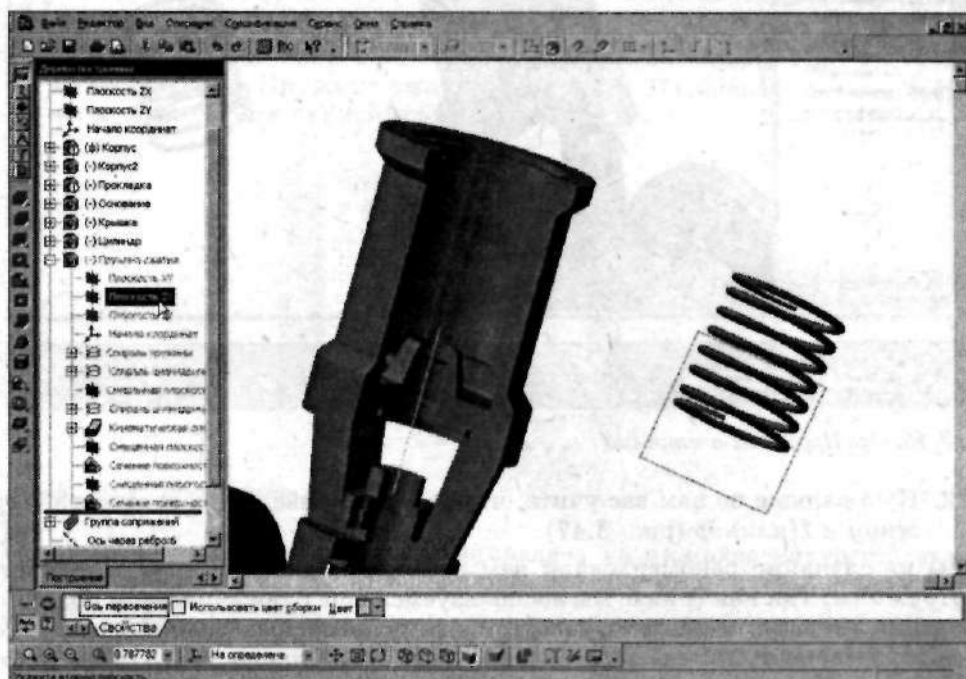
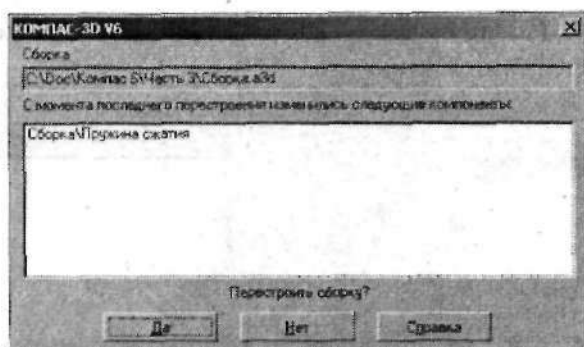

Рис. 3.44. Обозначьте плоскости, с помощью которых необходимо построить ось
Рис. 3.45. Диалоговое окно с вопросом о перестроении сборки
20. Чтобы обозначить плоскости, на пересечении которых необходимо построить ось, щелкните мышью по элементам **Плоскость ZX** и **Плоскость ZY** в Дереве построений (рис. 3.44). На рабочем поле отобразится ось **Пружины**, выйдите из режима редактирования детали на месте нажатием кнопки , появится диалоговое окно с вопросом о перестройке сборки (рис. 3.45).